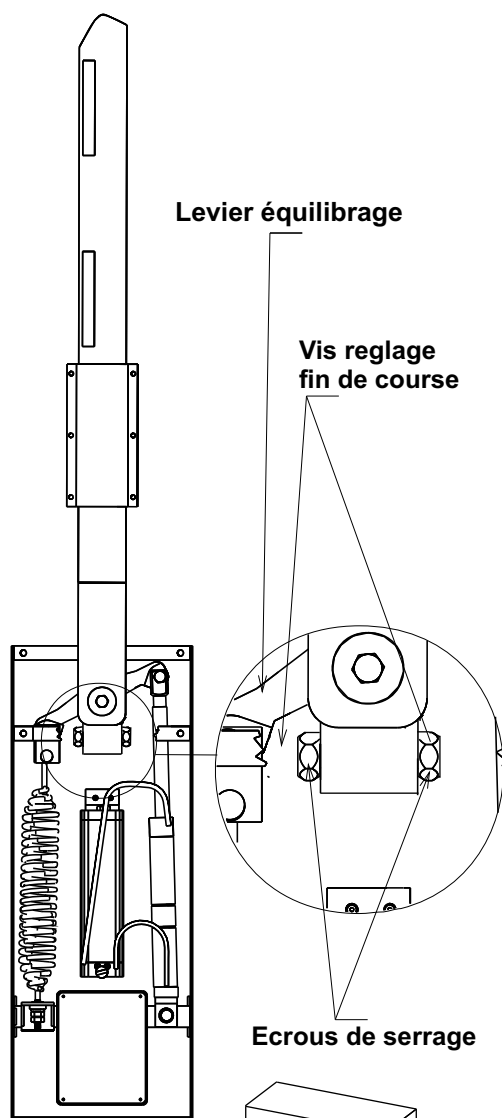

Fig.10
- Déverrouiller les vis de fin de course en dévissant les écrous de serrage serrés sur le porte levier d'équilibrage (Fig. 10).
- Dévisser ou visser les vis de fin de course jusqu'au point où la lisse se ferme en position parfaitement verticale en ouverture et en position parfaitement horizontale en fermeture (Fig. 10).